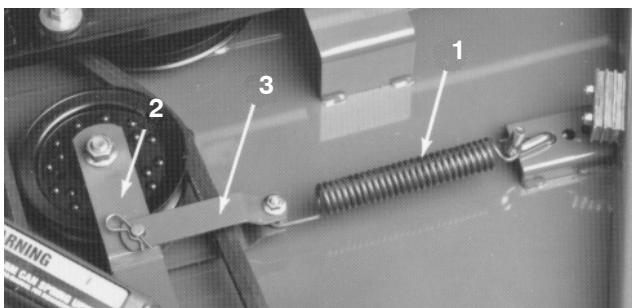

Figure 21
2. Décrochez le ressort du support de bras de la poulie de tension pour relâcher la tension de la courroie (Fig. 21). Retirez la goupille fendue et l'axe de chape fixant le support du bras de la poulie de tension au bras de la poulie de tension.
7. Montez le support du bras de la poulie de tension au bras de la poulie de tension avec la goupille fendue et l'axe de chape (Fig. 21). Accrochez le ressort au support du bras de la poulie de tension. Pour assurer la tension correcte de la courroie d'entraînement, le ressort doit être étiré à une longueur d'environ 18 cm. Si le ressort est étiré à une longueur différente, insérez la tige du ressort dans un autre trou de montage, plus loin de la courroie.